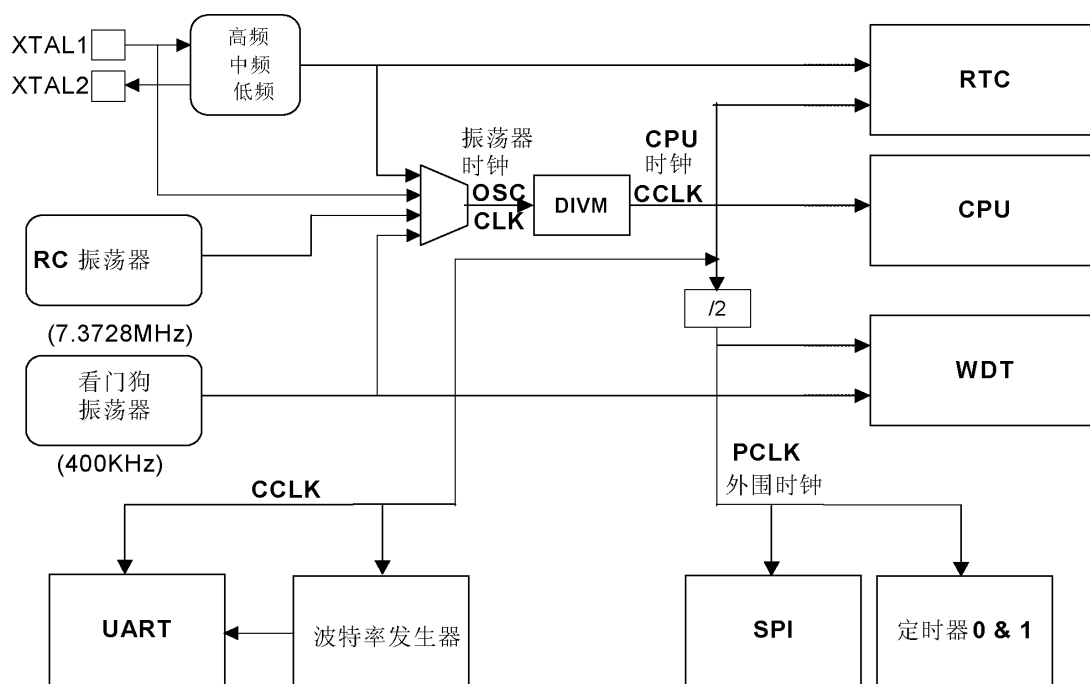

图 3 LPC913 振荡器控制框图
- OSCCLK—输入到 DIVM 分频器的时钟。OSCCLK 可选择 4 个时钟源之一（见图 3），也可降低到较低的频率（见“CPU 时钟（CCLK）时钟调整：DIVM 寄存器”一节）。注：fosc 定义为 OSSCLK 频率